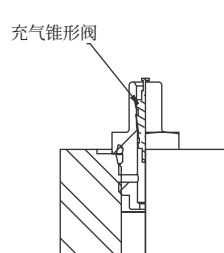
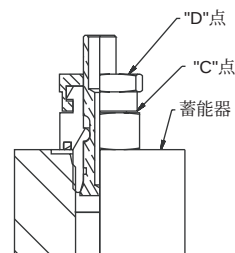

图 5
图 6
如果使用的设备不在上面的列表之内，则必须确保能够与充气阀组件相配。氮气源及其所有元件的额定压力至少应该与氮气源相同。强烈推荐所使用的氮气瓶配备压力相当的高压调压阀(不包含在内)。确保氮气源是关闭的。将软管连接到氮气瓶上。如果蓄能器使用图 5 所示的充气阀，则按照步骤 A~L 操作，但跳过步骤 F 和 J。如果蓄能器使用图 6 所示的充气阀，则按照步骤 A~L 操作，但跳过步骤 E 和 I。
如果蓄能器使用的是图 5 所示的充气阀。
- (A) 取下充气阀保护罩和充气阀盖。
- (B) 向后将气夹的“T”型手柄完全旋出(逆时针方向)，然后，将充气组件连接到蓄能器充气阀。
- (C) 关闭放气阀。
- (D) 确保软管不打结或者扭曲，将旋转螺帽装到充气阀上并拧紧(10~15 in. lb.)(11.5~17 cm kg)。
- (E) 拧紧气夹“T”型手柄，直到压力表开始显示蓄能器的压力为止。注意，不要将“T”型手柄完全拧紧，否则，会缩短阀芯的使用寿命。
- (F) 对于图 6 所示的充气阀，在“C”点用一只扳手夹住充气阀，同时在“D”点用另外一只扳手松开六角螺母。这样就可以打开充气阀内的提升阀。注意：只要旋转 3 圈就可以完全打开阀门。
- (G) 打开氮气瓶的阀门，此时可以听到“啾”的一声，然后对蓄能器缓慢充气。当达到要求的充气压力时，关闭阀门。
- (J) 对于图 6 所示的充气阀，用一只扳手在“D”点拧紧六角螺母(5-8 ft. lbs.)(5.7-9.2 cm kg)，使内部的提升阀关闭。
- (K) 夹住充气阀，防止它旋转；然后，松开旋转螺母，拆下充气组件。用常规的泄漏试剂检查预充气是否泄漏。
使用图 5 所示的充气阀的蓄能器
使用图 6 所示的充气阀的蓄能器
对于使用图 5 所示的充气阀的蓄能器,按照步骤 1~15 装上图 2 所示的测压组件。然后,打开放气阀,排空蓄能器内的预充气体。最后,拆下测压组件和充气阀。
对于使用图 6 所示的充气阀的蓄能器,取下充气阀保护罩和充气阀盖。然后,在“C”点用一只扳手夹住充气阀,同时在“D”点用另外一只扳手松开六角螺母。排空蓄能器内的预充气体,然后,拆下充气阀。从液压系统中拆下蓄能器。蓄能器充油侧端盖上的螺纹孔还可以连接起重附件,或者用于穿绕吊索。
+ 缸径为 7", 9" 和 12" 的 A.S.M.E. 蓄能器，以及某些额定压力超过 3000PSI 的蓄能器使用图 6 所示的充气阀(零件号 L07689000*)。其他蓄能器使用图 5 所示的充气阀(零件号 L07471000*)，这种阀包含零件号为 5822220000 的充气阀芯。使用工具(零件号 5824410000) 来拆卸和更换充气阀芯。